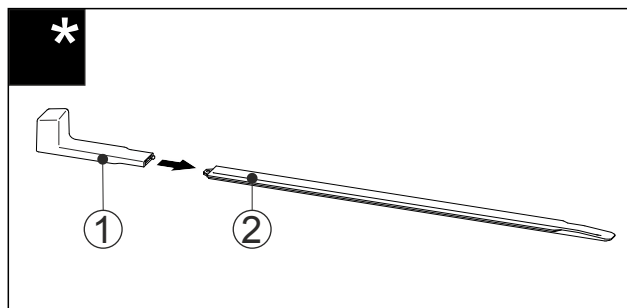

Fig. 54
- Montažni ročaj Fig. 54 (1) vstavite v izravnalno vodilo Fig. 54 (2).